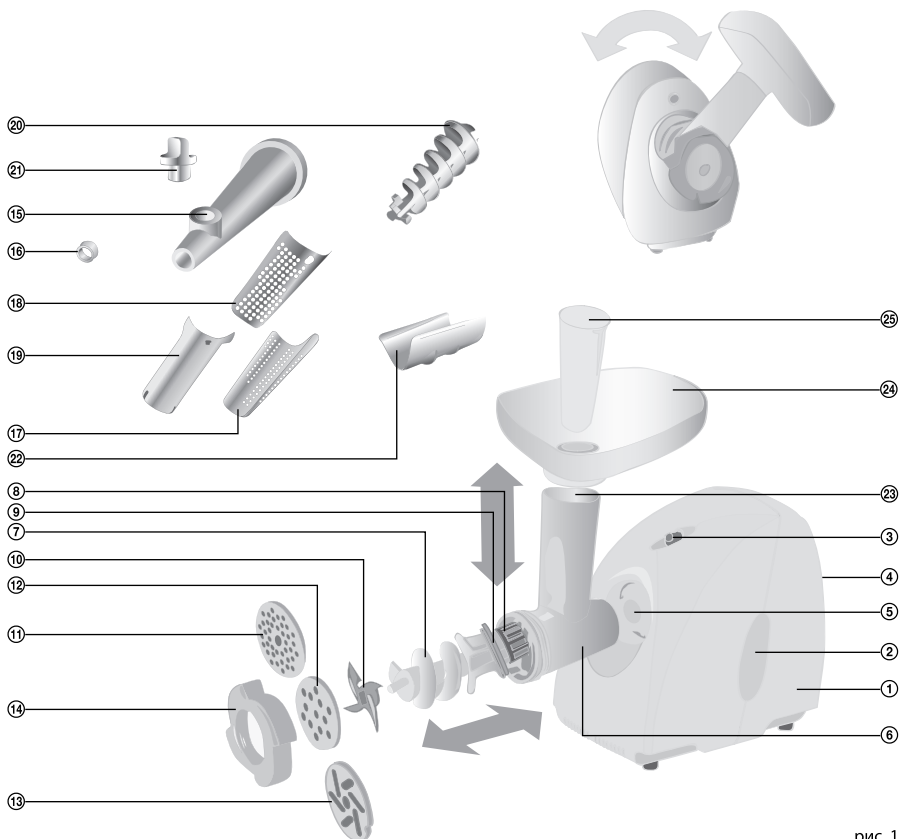

рис. 1
В соответствии с рис. 1 наденьте на шнек А ⑦ уплотнительное кольцо ⑨ и предохранительный колпачок ⑧.